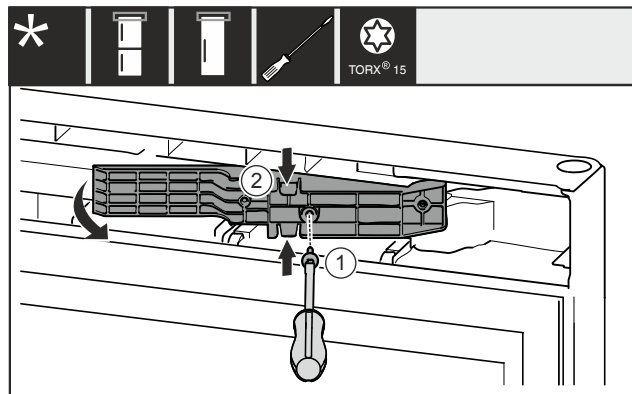

Fig. 14 *
- Извлеките винт Fig. 14 (1)*.
- Слегка сожмите деталь адаптера Fig. 14 (2) сверху и снизу и извлеките ее.*